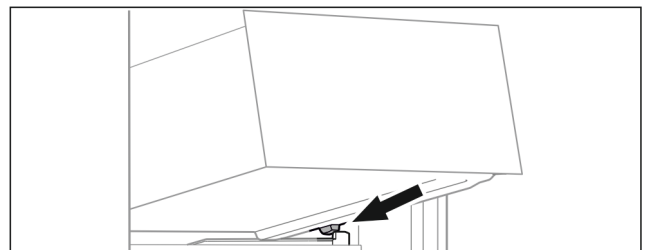

Fig. 67
- ▶ Поставете чекмеджето под ъгъл зад ограничителите върху реброто на съда. (виж Fig. 67)